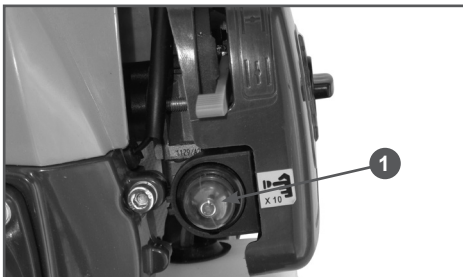

Рис. 3 Расположение ручного топливного насоса
4. Прокачайте топливо через карбюратор. Для этого нажимайте (примерно 5-10 раз) на ручной топливный насос до появления в насосе топлива и возникновения сопротивления при нажатии. Ручной топливный насос 1 находится на корпусе воздушного фильтра (Рис. 3).